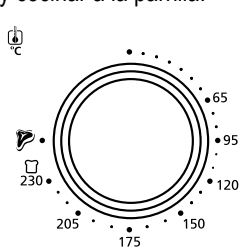

Figura 1
2. **Perilla de Control de Temperatura/ Perilla para Seleccionar la Función** - Ajuste el termostato a la temperatura deseada. Seleccione la función de cocción al girar la perilla a la función deseada. (Ver Figura 1)